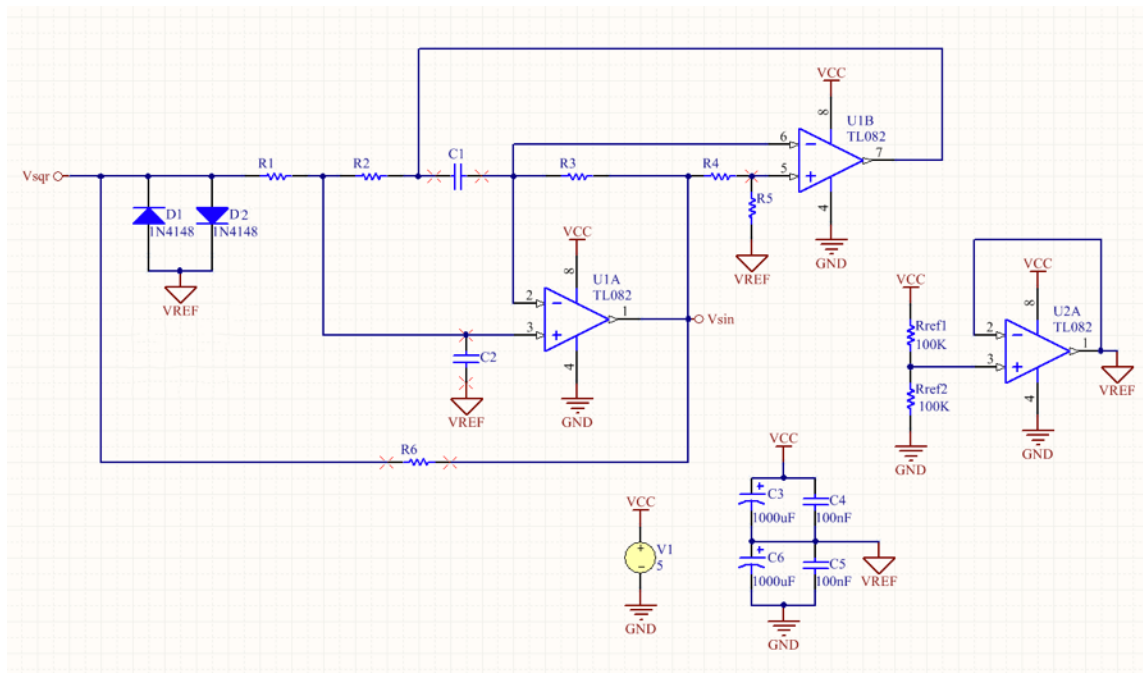

Figure 1: Un oscillateur sinusoïdal à filtre actif accordé.
Ce Laboratoire consiste à étudier les oscillateurs sinusoïdaux et à concevoir et réaliser un oscillateur sinusoïdal à filtre actif accordé. La Figure 1 montre le schéma d'un oscillateur sinusoïdal à filtre actif accordé. Ce circuit comporte un filtre actif passe-bande d'ordre 2 semblable au simulateur d'inductance et un écrêteur de tension. La sortie du filtre (V_{\sin}) est une onde sinusoïdale de fréquence ω_0 . La sortie de l'écrêteur (V_{sqr}) donne une onde carrée dont la fréquence fondamentale est égale à ω_0 . Étudiez les notes de cours et le volume de référence (Sedra and Smith) afin de bien comprendre le fonctionnement de ce circuit avant de le réaliser au laboratoire.
3.1 Calculez d'abord les valeurs de R_1 à R_6 , C_1 et C_2 nécessaires pour que le circuit de la Figure 1 produise une onde sinusoïdale de 3 kHz à V_{\sin} . Référez-vous aux notes de cours et au volume de référence au besoin pour avoir accès à toutes les équations de design. Choisissez des résistances de telle sorte que $R = R_2 = R_3 = R_4 = R_5$.
- 4.2 Montez le circuit de la Figure 1 sur votre breadboard au laboratoire. Utilisez les valeurs trouvées dans la préparation ainsi que 0-5 V pour l'alimentation du circuit.